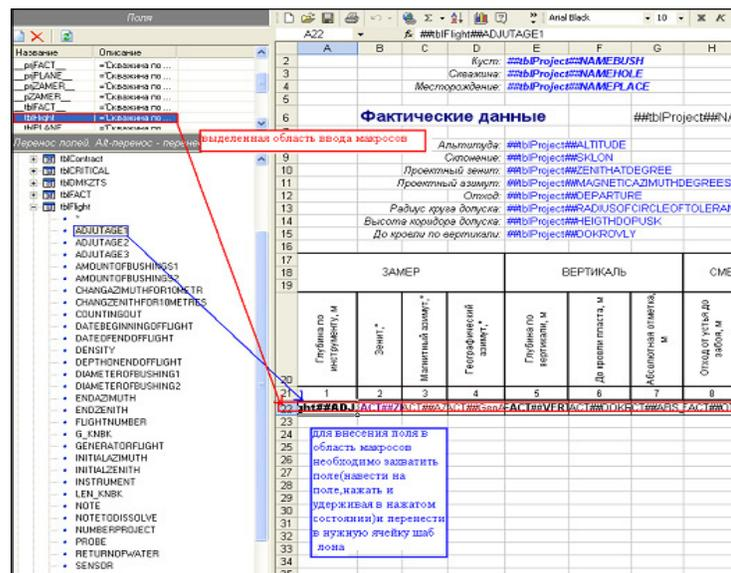

Рис. 37. Перенос ячеек в выделенной области таблицы
3) После можно переносит необходимые поля во вновь созданную область. Для этого надо перейти в панель макросов и используя мыш, переносит необходимые поля баз данных или другие макросы перенести в нужные ячейки выделенной области таблицы как показано на рис. 37.